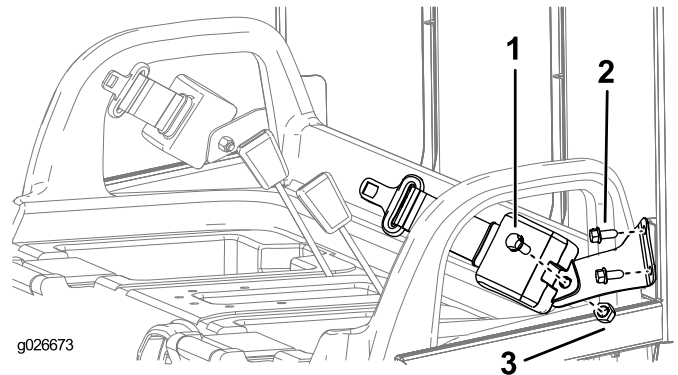

Bild 7
1. Befestigen Sie eine Sicherheitsgurt-Halterung mit 2 Schrauben (3/8") an jeder Überrollschutznase, siehe Bild 7.
3. Befestigen Sie das zurückziehbare Ende jedes Sicherheitsgurts mit einer Schraube (7/16") und Mutter (7/16") an jeder Sicherheitsgurt-Ankerhalterung, wie in Bild 7 abgebildet.